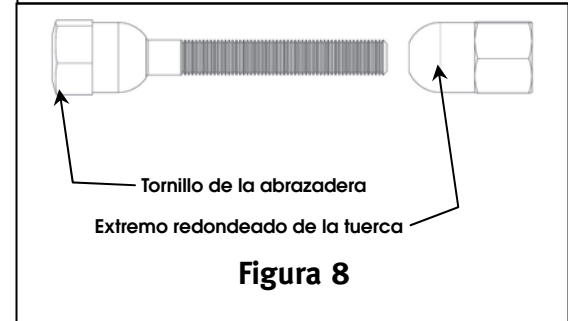

Figura 8
3. Inserte el tornillo de la abrazadera a través de los extremos de la abrazadera y enrosque la tuerca al tornillo de la abrazadera asegurándose que el extremo redondeado de la tuerca (Figura 8) esté mirando en dirección a los extremos de la abrazadera.